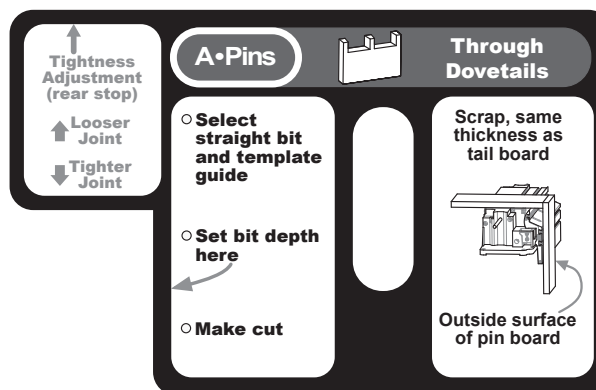
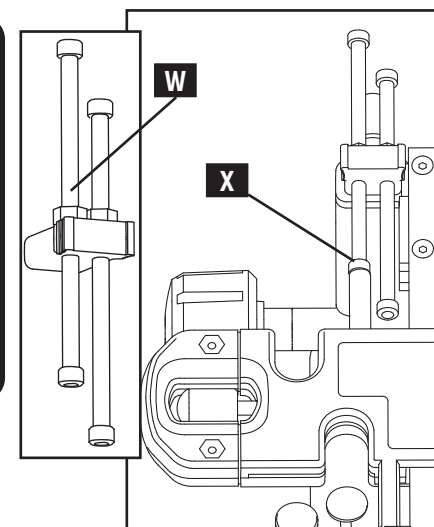

Fig. D14
Fig. D15
En la etiqueta "Espigas A" puede encontrar instrucciones para realizar ajustes en una junta tensionada o floja (Fig. D14) de la plantilla con encastres ajustables. Si la junta debe ser más suelta, ajuste los topes al aflojar la tuerca hexagonal (W) Fig. D15 y girar el tornillo del tope (X) CW para que el tope se mueva ligeramente hacia atrás. Si la junta debe estar ajustada, gire el tornillo (X) CCW para que el tope se mueva ligeramente hacia adelante. Después de realizar este ajuste, reemplace la plantilla en las nuevas posiciones del tope y vuelva a cortar la tabla con espiga.